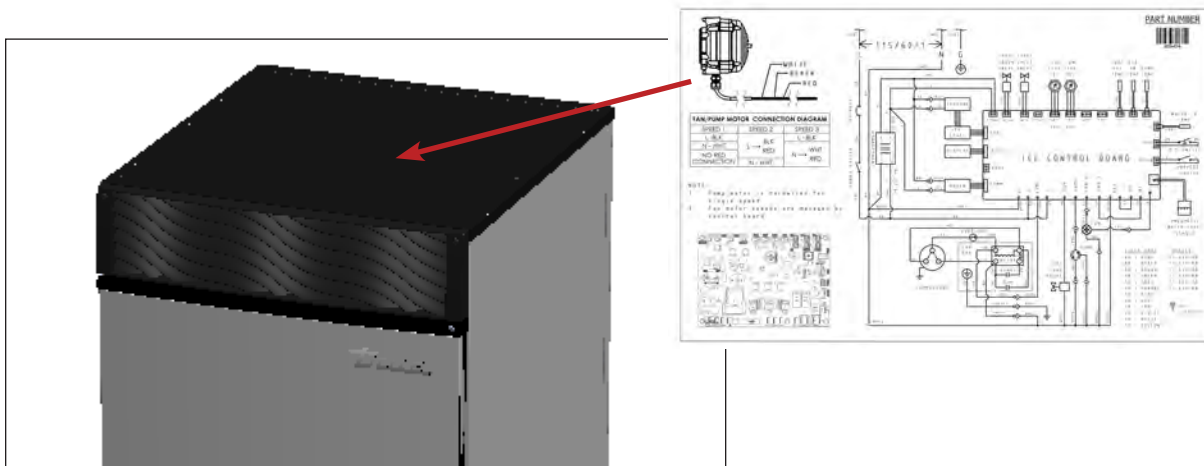

Fig. 1. Schéma de câblage sous le panneau supérieur.
- Consultez le schéma de câblage sous le panneau supérieur comme indiqué sur la Fig. 1. Pour y accéder, voir « Dépose du panneau » (page 28).